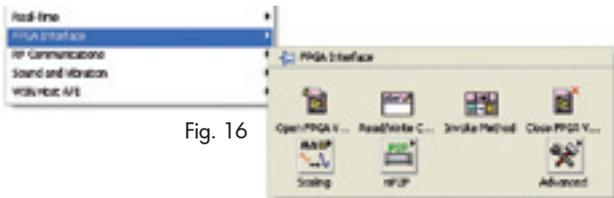

Fig. 16
- Selezionare nella palette delle funzioni il menù "FPGA-Interface-Open FPGA Reference" come illustrato in Fig. 16.